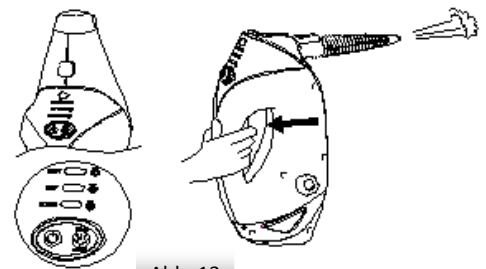

Abb. 13
- Drücken Sie die Ein/Aus-Taste (12) am Hauptkörper; die Anzeigelampe leuchtet rot. Nach 25 Sekunden leuchtet die Anzeigelampe blau. Wechseln Sie den Modus, indem Sie den DAMPFREGLER drücken und dann den STAUB-, MOPP- oder SCHEUER-Modus auswählen. Sie können den Modus wechseln, während der mobile Dampfreiniger im Standby-Modus oder in Betrieb ist. Drücken Sie den Dampfauslöser, um Dampf auszustößen. (Abb. 13)